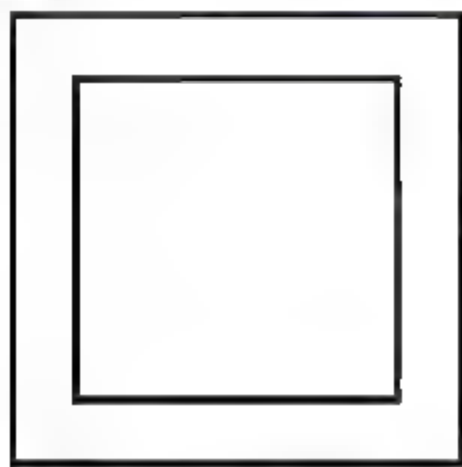

图4-133 绘制矩形
**01** 新建一个空白文档。调用REC【矩形】命令，绘制一个7×7的矩形；调用O【偏移】命令，将新绘制的矩形向内偏移1，如图4-133所示。